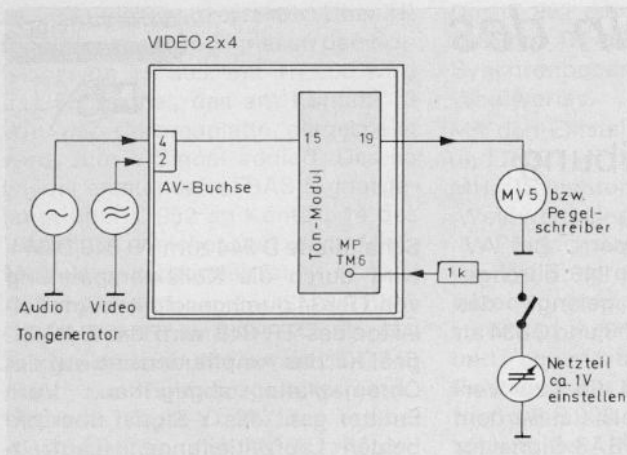
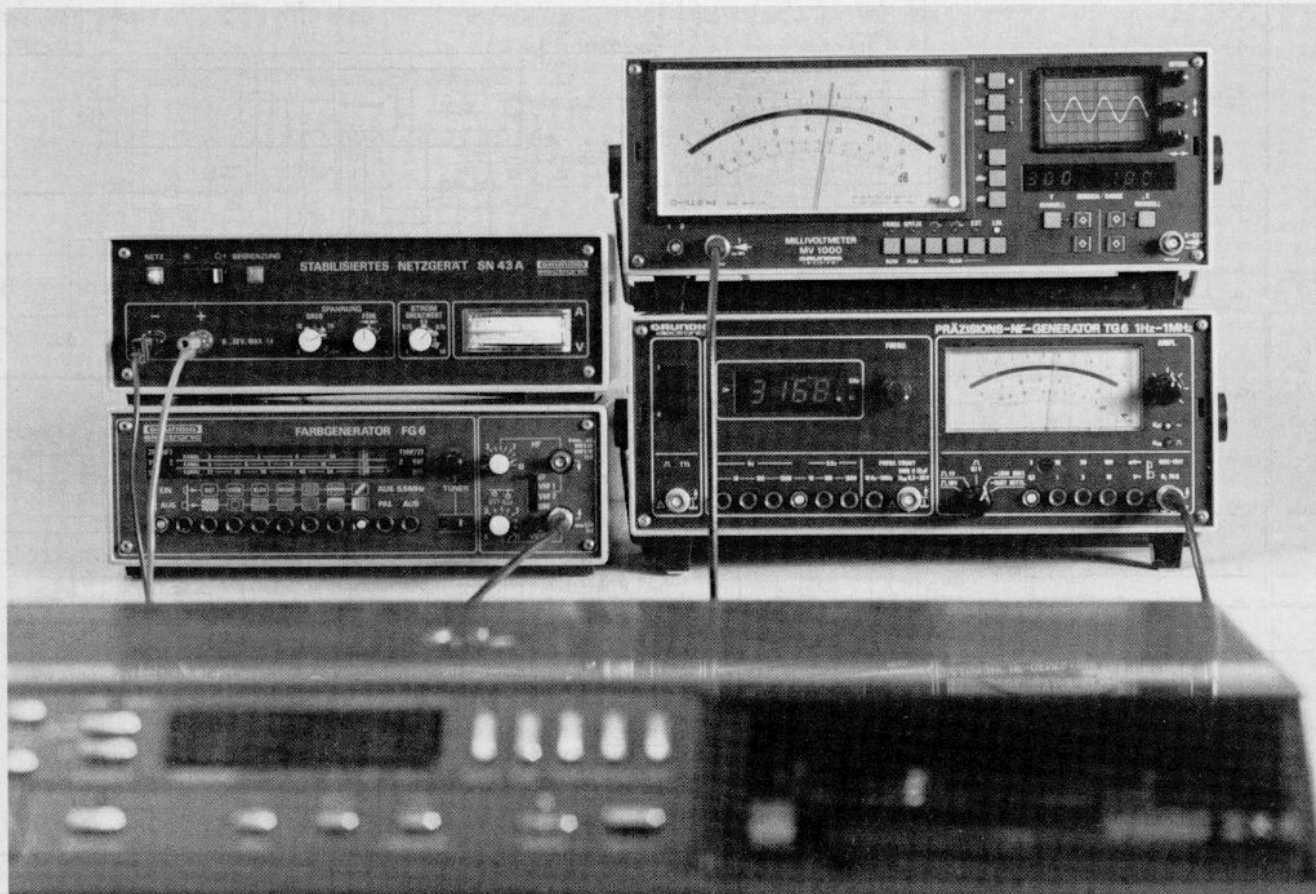

Bild 11 Maßschaltung
Bild 13 Meßgeräte aus dem Programm von GRUNDIG-electronic zum Messen der NF-Frequenzgänge des Tonmoduls
2. Richtige Messung des Frequenzganges über Band bei 26 dB unter Vollpegel: (Meßschaltung **Bild 11**, Meßplatzaufbau **Bild 13**).